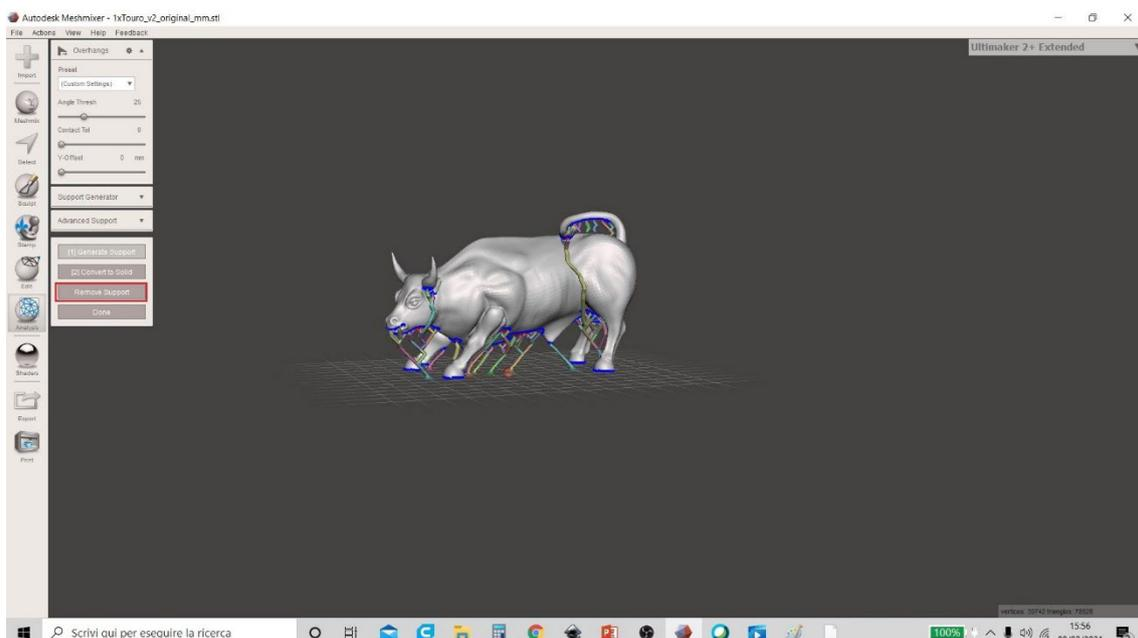

Figura 29 Meshmixer
4. Questa operazione fornisce un'anteprima della struttura del materiale di supporto. Per poter apportare altre modifiche, tuttavia, è necessario fare clic sul comando "Rimuovi supporto" (altrimenti le modifiche ai valori di altri parametri non verranno visualizzate correttamente) come mostrato nella Figura 29 Meshmixer.